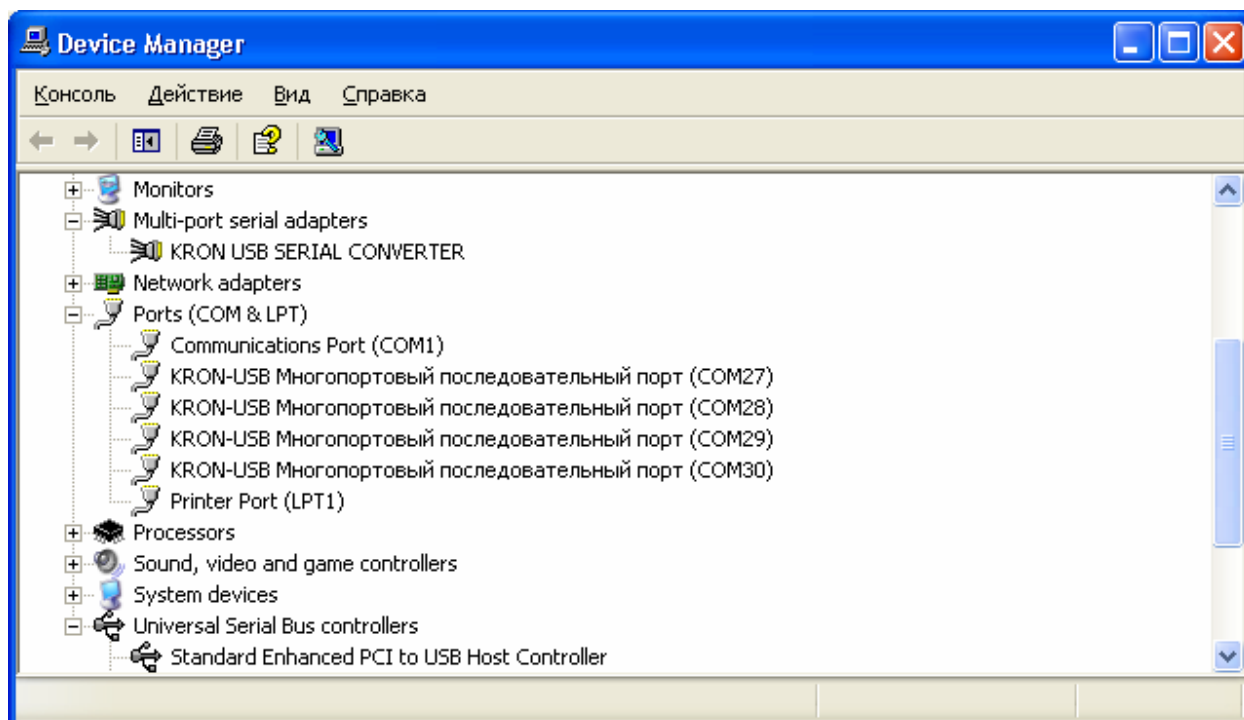

рис.14. Внешний вид диспетчера устройств после правильной установки драйверов.
3.13. Повторите действия пп.3.9 - 3.12 для остальных трех устройств "KRON-USB Многопортовый последовательный порт". Убедитесь, что все новые устройства установились без ошибок, как показано на рис.14.